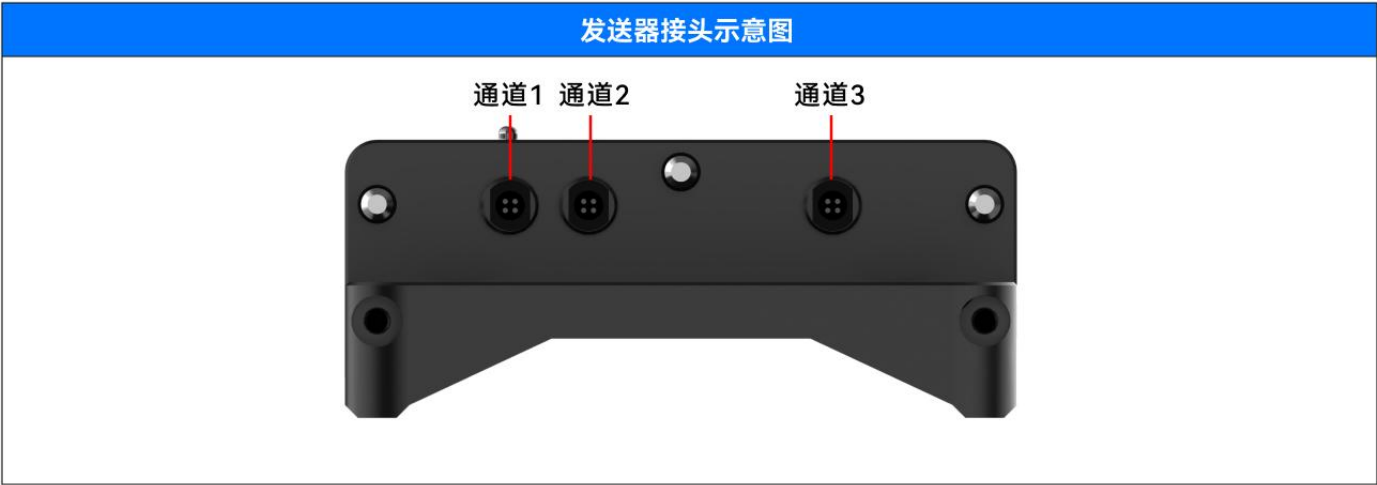

图3.4
2. 通过将电缆插入与中心对齐的发送器接头，将应变计模拟器连接至发送器单元，共3个通道，如图3.4。